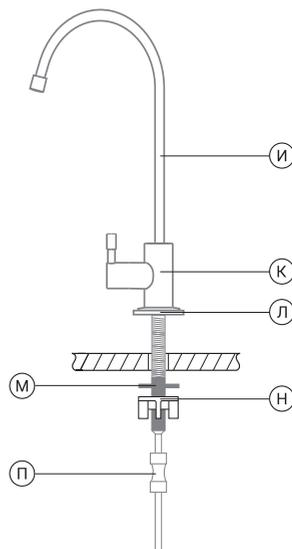

Рис. 9
- Произведите монтаж крана (рис. 9) в следующей последовательности:
- Синюю трубку 1/4" подключите к фитингу 1/4" из комплекта поставки (см. раздел «Присоединение трубок» (стр. 10) и рис. 9).
- Фитинг 1/4" вместе с установленной в него трубкой подключите к штуку крана чистой воды (см. раздел «Присоединение трубок» (стр. 10) и рис. 9).